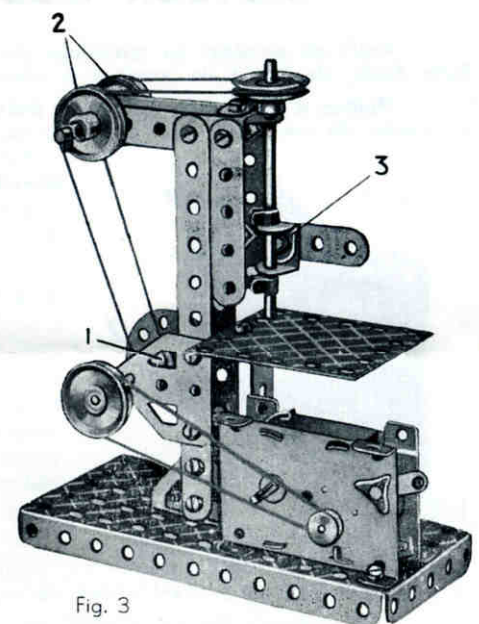

Fig. 3
La Fig. 3 montre le moyen d'entraîner une tringle qui n'est pas accessible par une transmission directe. La gravure montre le moteur monté sur la base d'un modèle de perceuse. Une courroie élastique est passée autour de la poulie du moteur et autour d'une poulie de 25 mm. La tringle qui porte cette poulie est munie de la poulie de 12 mm (1) fournie avec le moteur. Une longue courroie élastique passe sur la poulie 1 et deux poulies guides 2, avant de passer autour d'une poulie de 25 mm montée à l'extrémité supérieure de la tringle représentant le foret. Une des poulies guide doit être montée librement sur la tringle, les deux poulies tournant en sens inverse. La poulie folle est maintenue en place à l'aide d'une clavette. Deux équerres 3 forment le support inférieur de la tringle figurant le foret et sont articulées sur une bande de 5 trous qui commande les mouvements du foret.